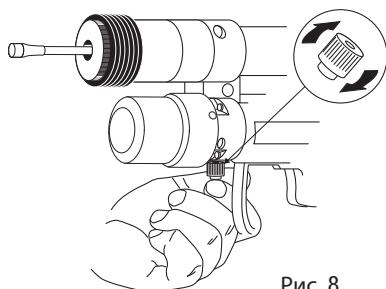

Рис. 8
1. Отвинтить защитную гайку, расположенную на устройстве аварийного возврата (C), как показано на рисунке 7.
2. Перевернуть защитную гайку и привинтить её (посредством специального резьбового отверстия) к устройству аварийного возврата (C) (рисунок 8).